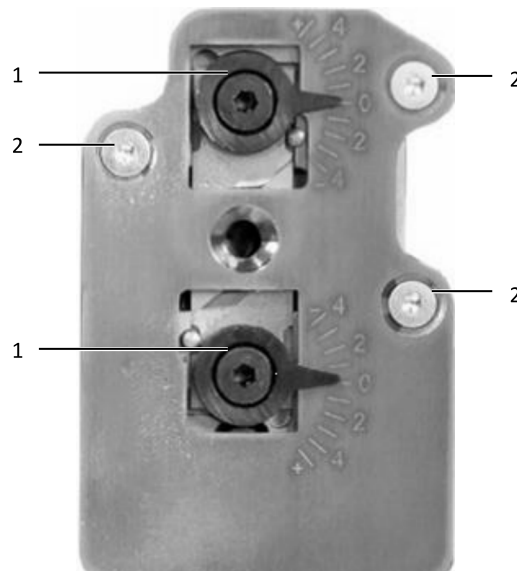

Abb. 25: Abisoliereinheit
- Entfernen Sie beide Exzenter (Abb. 25, Pos. 1) (Innensechskantschlüssel 2,5 mm).
- Lösen Sie die Befestigungsschrauben (Abb. 25, Pos. 2) (Innensechskantschlüssel 2,0 mm) und entfernen Sie die Abdeckung.